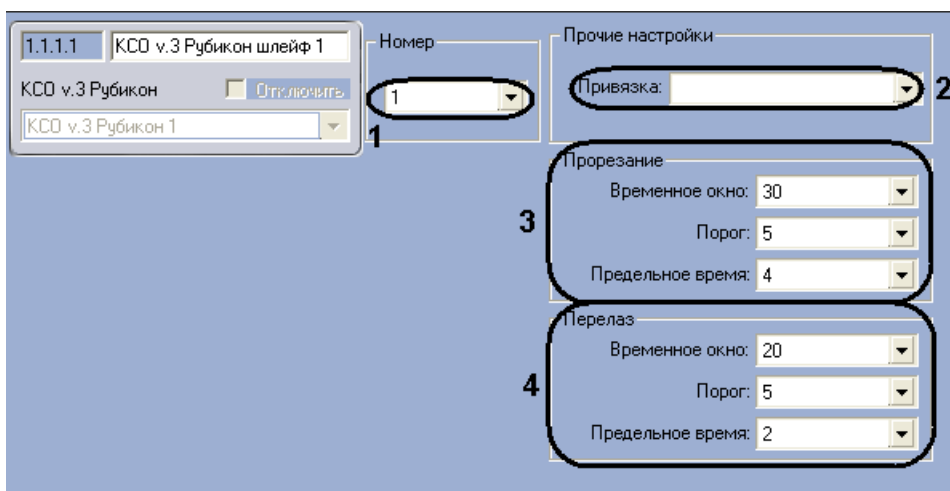

Рис. 3.2—12 Настройка шлейфов периметрального модуля Рубикон
1. Из списка **Номер** выбрать номер соответствующего выхода Рубикон (Рис. 3.2—12, 1).
2. Из списка **Привязка** выбрать охранную зону, к которой относится данный шлейф (см. Рис. 3.2—12, 2).
3. В группе параметров **Прорезание** настроить перевод в тревогу шлейфа при попытке пролома/прорезания ограждения периметра: шлейф перейдет в состояние **тревога**, если в течение **Временного окна** (сек.) число сработок, указанное в поле **Предельное число**, произойдет с порогом равным или превышающим число, указанное в поле **Порог** (см. Рис. 3.2—12, 3).
равной или большей длительности, указанной в поле **Предельное время** (см. Рис. 3.2—12, 4).